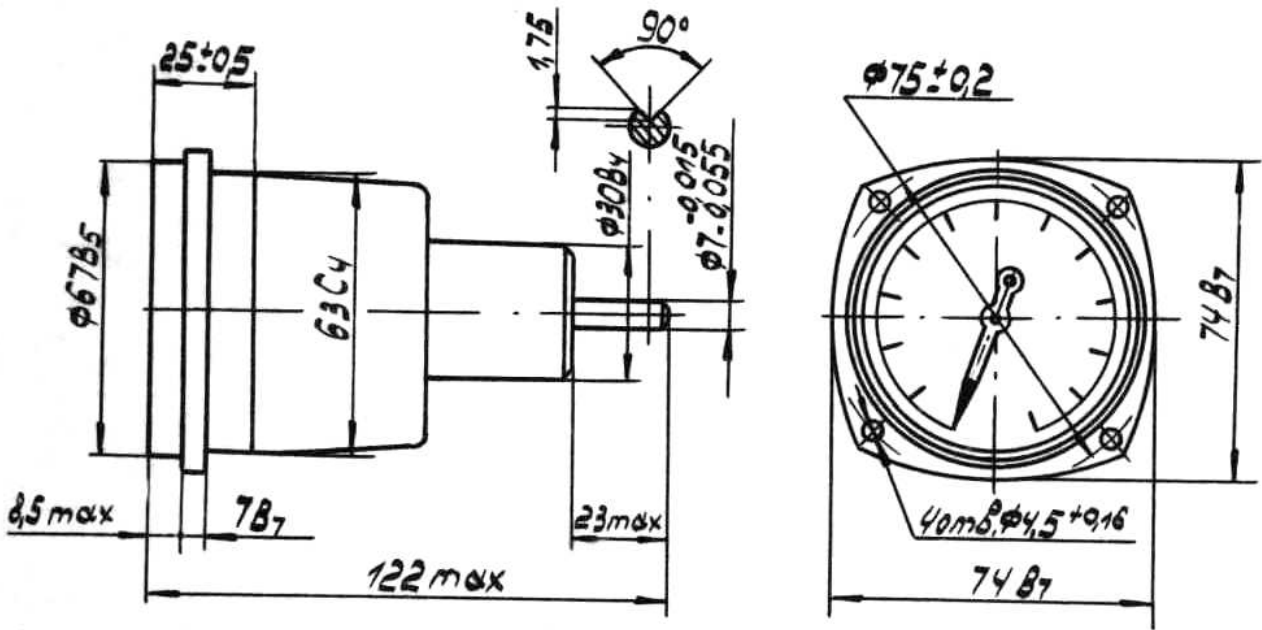

Рис.2
4.5 Габаритные и присоединительные размеры тахометров приведены на рис.2 и 3.